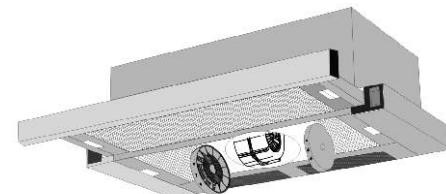

рис. 7
8.3 Для очистки алюминиевого фильтра извлеките его из вытяжки (рис. 7) и произведите его очистку с помощью щетки водным раствором нейтрального моющего средства вручную или в посудомоечной машине (при 60°C). Сильно загрязненный фильтр не следует мыть в посудомоечной машине. Страйтесь не сгибать фильтр при мойке.
- установите два угольных фильтра см. табл.1 и (рис. 7), предварительно удалив с них упаковочную пленку;
Угольные фильтры устанавливаются на защитные решетки короба вентилятора, путем легкого нажатия и поворота их по часовой стрелке (рис. 7).